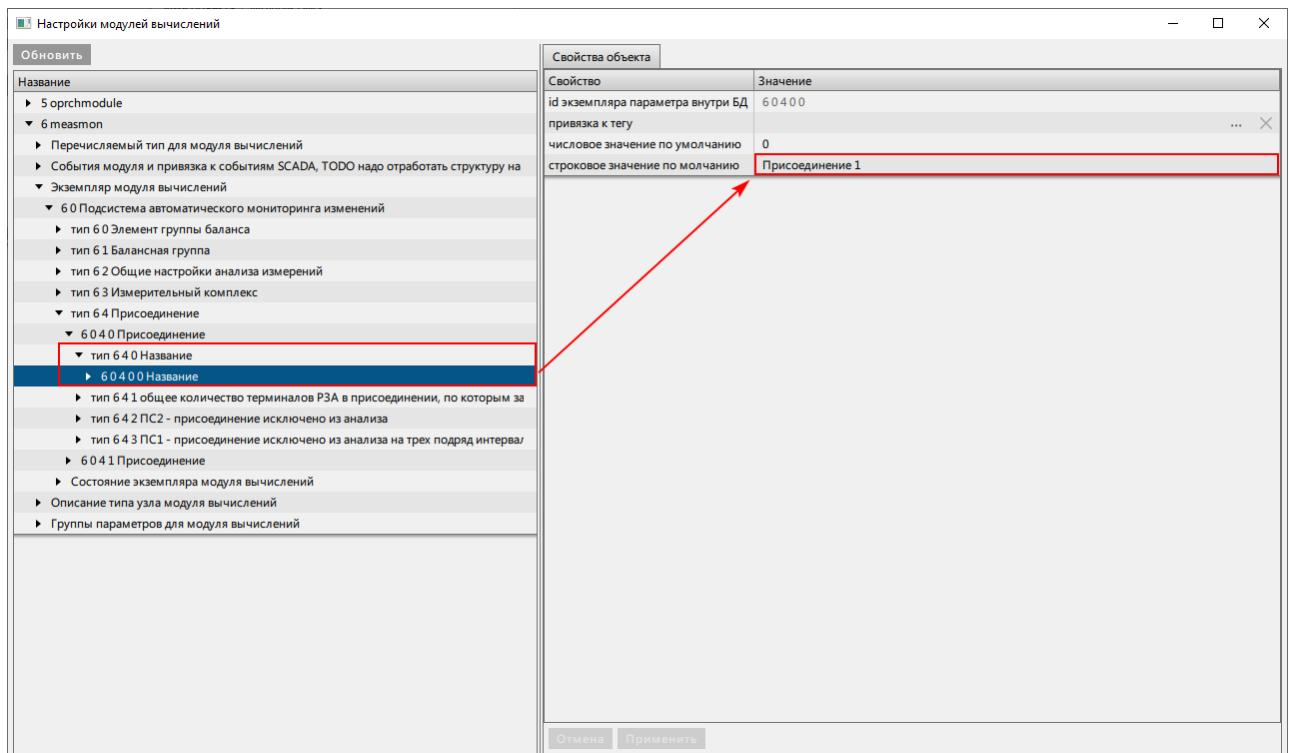

Рисунок 442 - Назначить название
3. Раскройте узел **типа 6 4 0 Название** и напротив строки **строковое значение по молчанию** назначьте название присоединения (Рисунок 442).